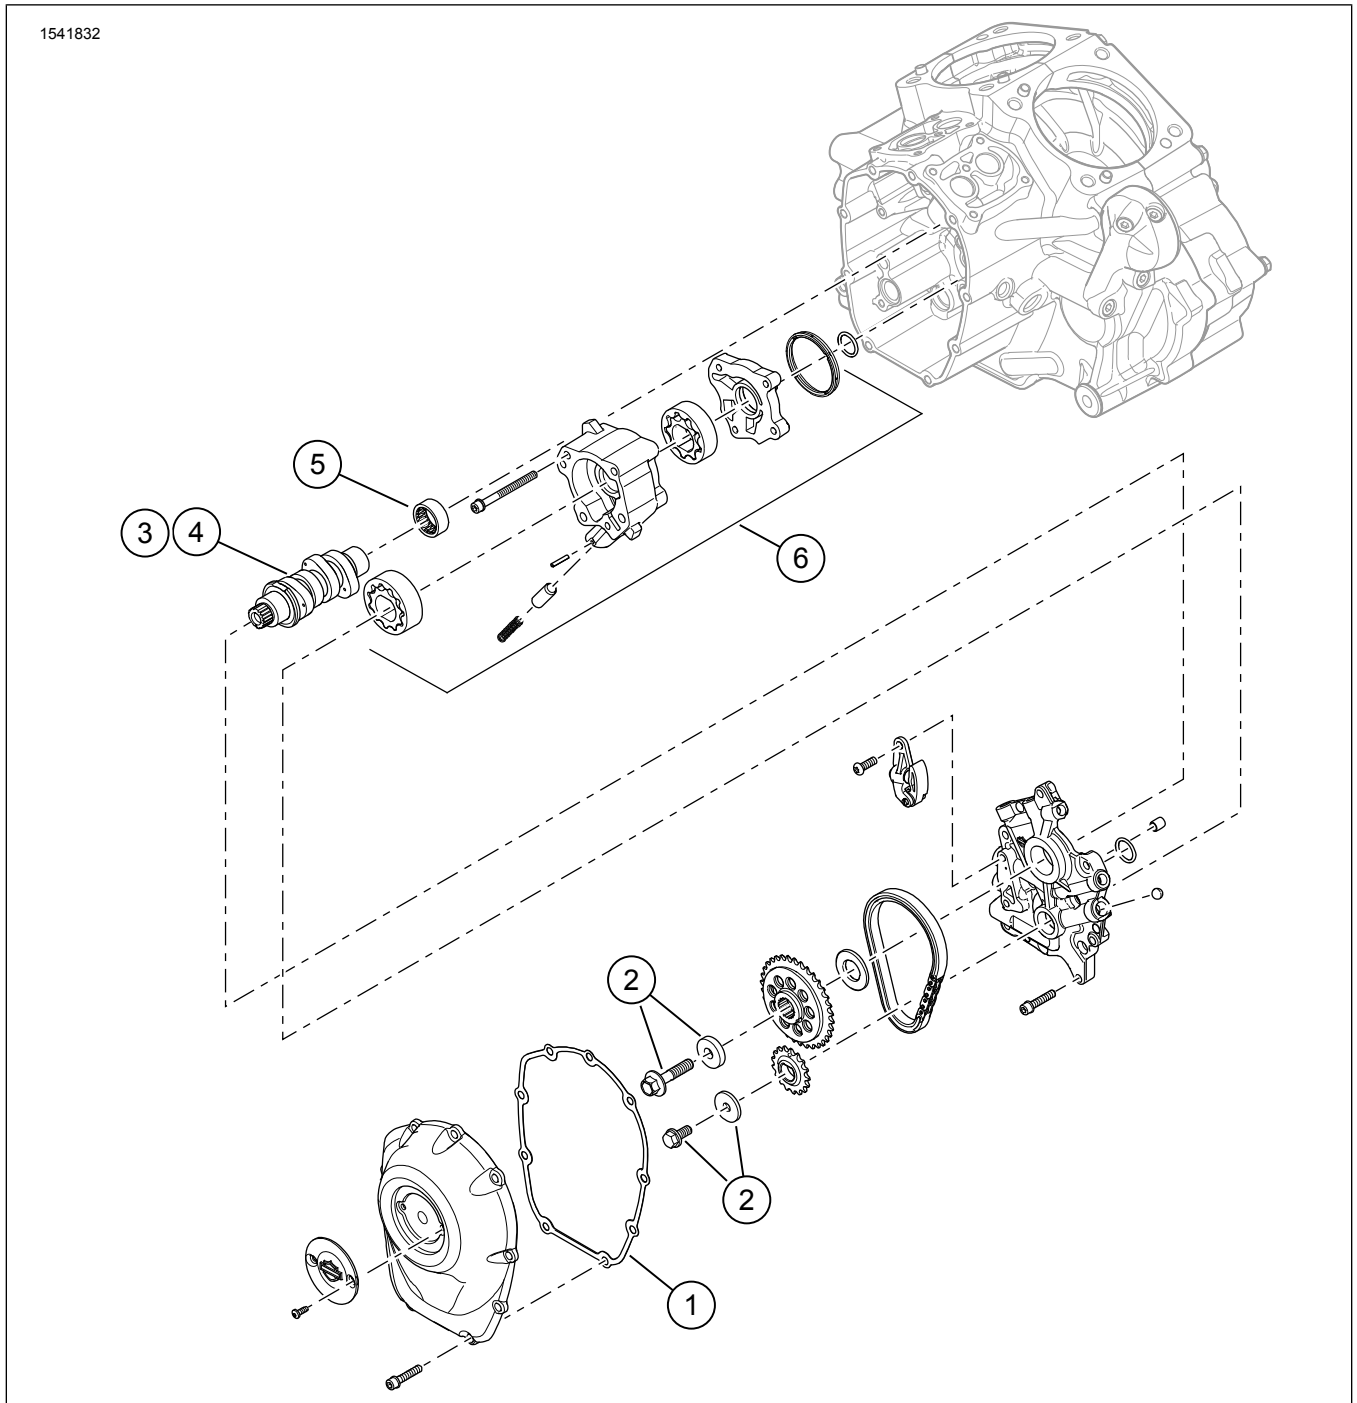

Figure 4. Pièces de rechange : Kit Screamin' Eagle Milwaukee-Eight Stage 2
1. Voir la Figure 4. Installez la pompe à huile. Consultez le manuel d'entretien.